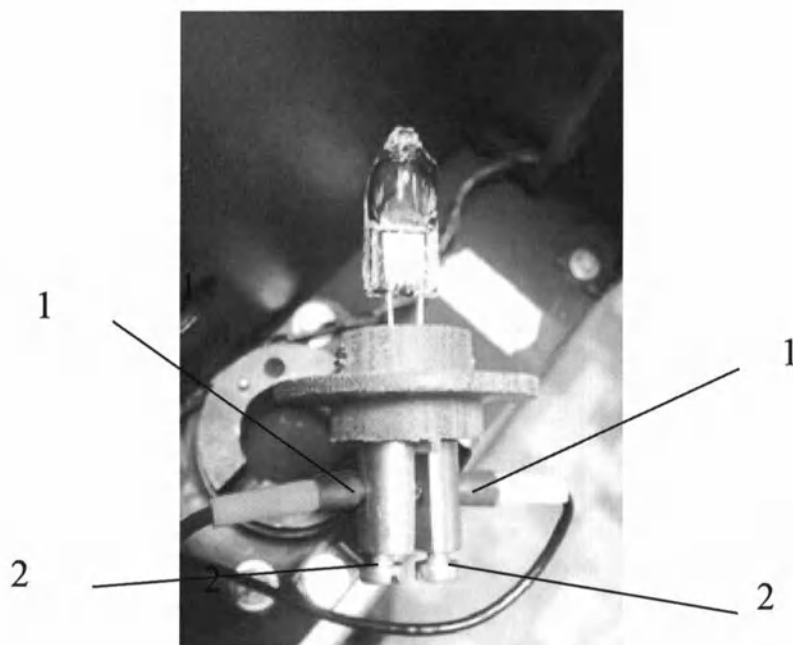

Рисунок 11.5
- вынуть наконечники проводов 1 из патрона, предварительно ослабив винты 2 (рисунок 11.5);